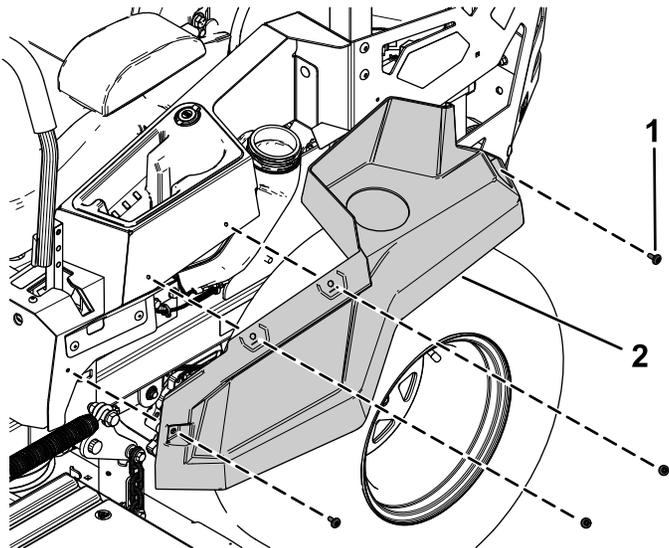

Bild 4
- Entfernen Sie die vier Ansatzschrauben, mit denen die linke Seitenverkleidung befestigt ist, und nehmen Sie die linke Seitenverkleidung ab (Bild 4).
2. Befestigen Sie die linke Seitenverkleidung mit den zuvor entfernten vier Ansatzschrauben (Bild 4).